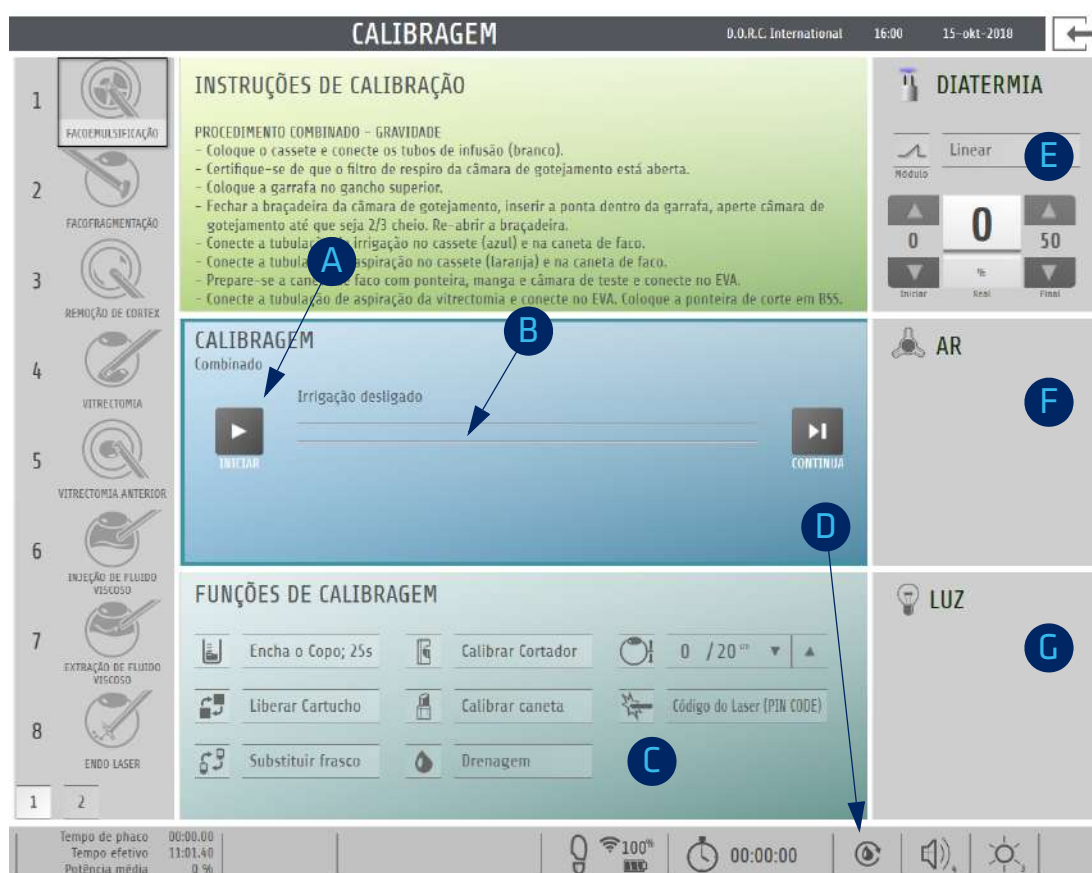

Fig. 63: Tela de calibração
1. Na tela principal, pressione o botão de **CALIBRAÇÃO** piscando. É exibida a tela de **CALIBRAÇÃO** (fig. 63).